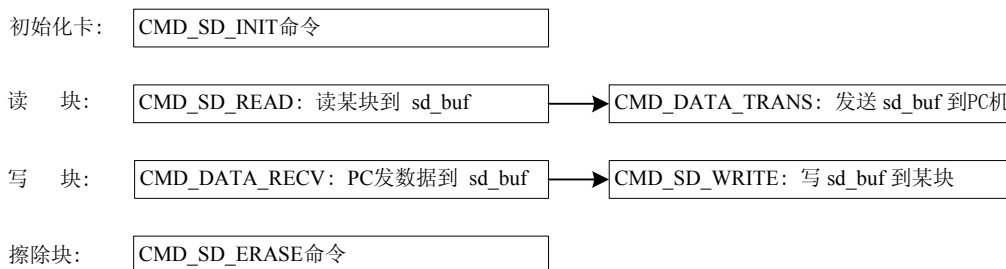

图 1.14 对卡进行各种操作需要执行的命令分支
- (6) 利用以上命令，对卡进行初始化、读、写、擦是这样进行的，如图 1.14 所示。